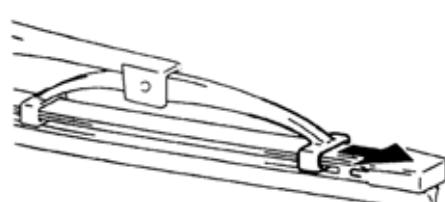

图 9-149
(2) 安装左侧刮水器橡胶条, 使橡胶条的头部(长的一边)朝向轴的一面, 如图 9-149 所示。